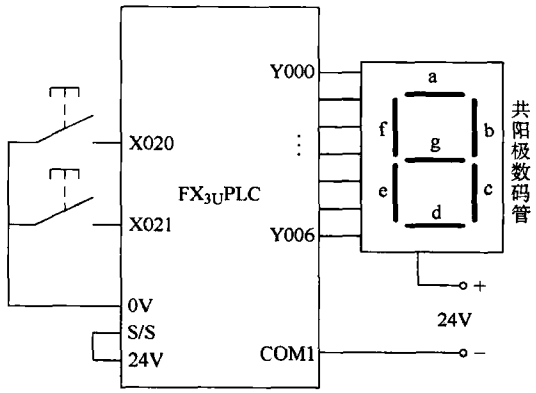

图 2-58 数码管控制接线图
(1) 控制要求 按起动按钮，数码管依次显示 1、2、3 然后停留，间隔 1s；按停止按钮停止显示。
(2) I/O 分配和 I/O 接线图 X020：起动按钮；X021：停止按钮；Y000 ~ Y006：数码管 a ~ g。接线图如图 2-58 所示。